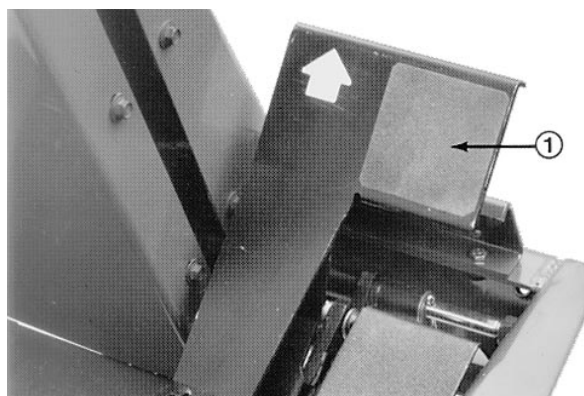

Fig. 10
**Pedale di trazione** (Fig. 10)—Il pedale di trazione ha due funzioni: spostare la macchina in avanti e indietro. Con la punta del piede destro premere la parte superiore del pedale per fare marcia avanti e con il tallone premere la parte inferiore del pedale per la retromarcia. La velocità è proporzionale alla pressione esercitata sul pedale. La massima velocità si ottiene premendo a fondo il pedale di trazione mentre la leva del gas si trova in posizione FAST. La velocità massima (marcia avanti) è di 16 km/ora. Per ottenere la massima potenza con carico pesante oppure in salita spostare la leva del gas in posizione FAST e premere leggermente il pedale di trazione al fine di mantenere alto il regime di giri del motore. Quando il regime di giri inizia a diminuire, rilasciare leggermente il pedale di trazione per aumentarlo.